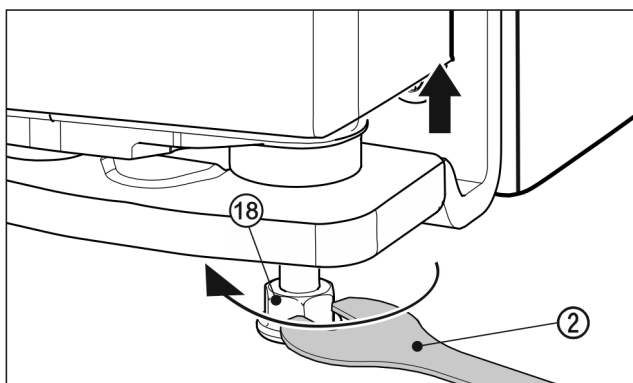

Fig. 26
- ▶ Voor het optillen van de deur de stelvoet Fig. 26 (18) er met de meegeleverde steeksleutel Fig. 26 (2) rechtsonder uitdraaien tot contact met de ondergrond voorhanden is. Dan verder draaien tot de deur in hoogte is veresteld. Bij levering is de lagerbout er volledig ingedraaid.